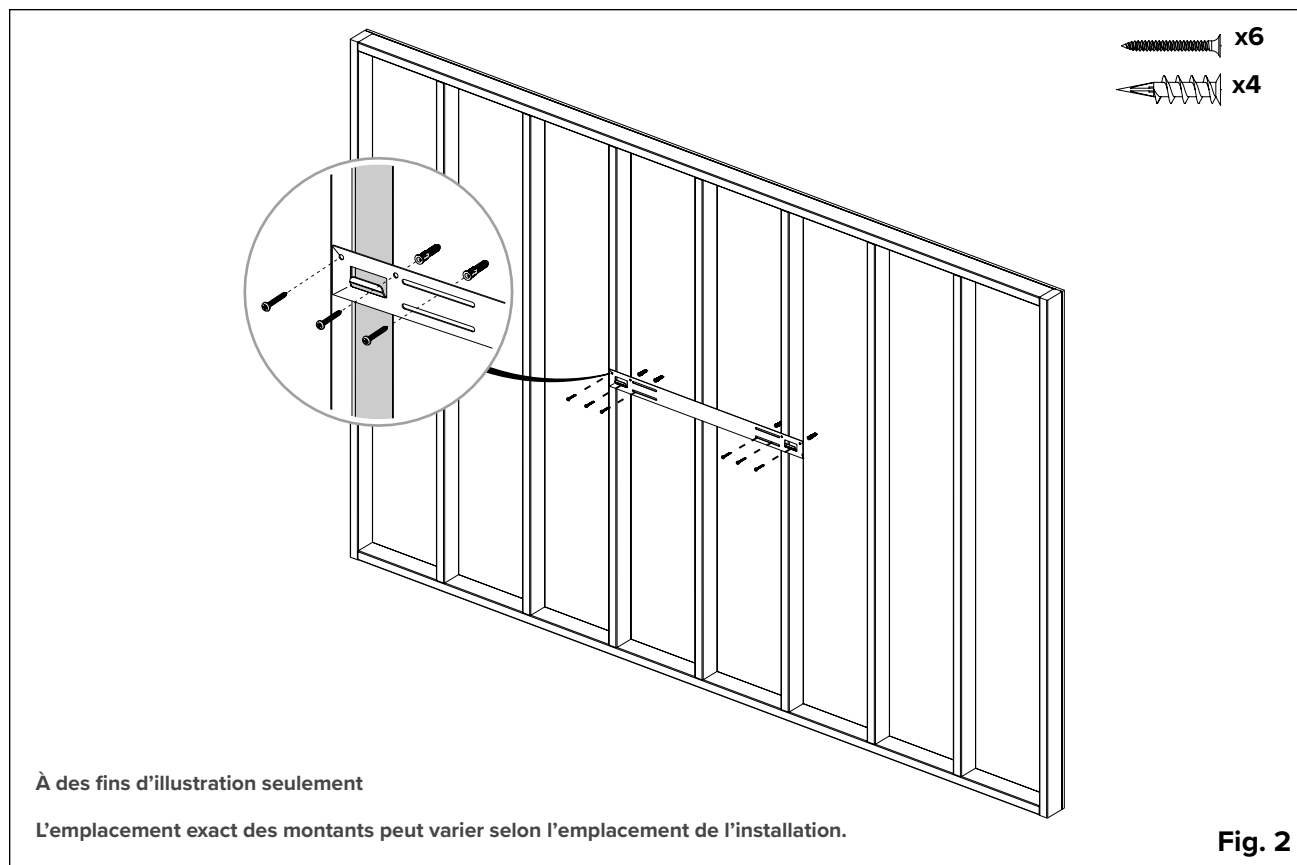

Fig. 2
Il est nécessaire d'installer le support dans un montant lorsque c'est possible. Utilisez un détecteur de montants pour localiser les montants qui soutiendront le foyer. Des vis et des ancrages sont fournis pour l'installation. Utilisez les ancrages pour cloison sèche là où les montants ne sont pas accessibles (**Fig 2**).
9. Vérifiez la stabilité de l'appareil, en vous assurant que le support ne se détachera pas du mur (**Fig. 2**).